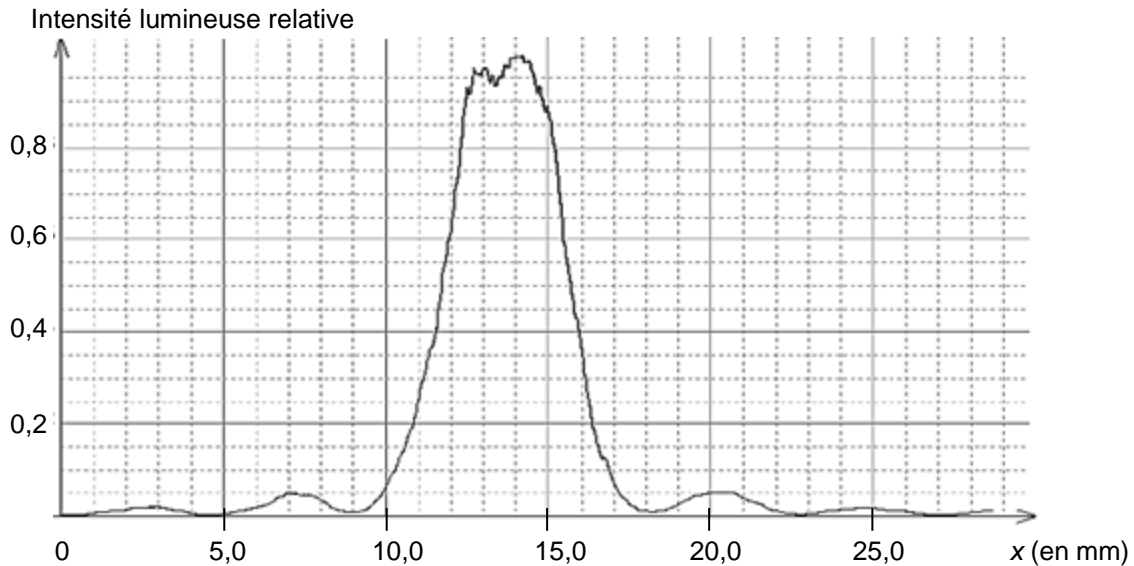

Figure 3. Intensité lumineuse relative en fonction de la position sur l'écran
Pour faire une mesure précise, on remplace l'écran par une caméra qui permet d'obtenir l'intensité lumineuse relative* en fonction de la position x , repérée selon l'axe indiqué sur la photo de la figure 2. L'origine $x = 0$ m est prise sur le bord du capteur de la caméra. On obtient alors la figure 3.
1.3. Déterminer la valeur de la longueur d'onde de la diode laser utilisée en exploitant la courbe obtenue sur la figure 3. La comparer à la valeur indiquée par le constructeur.
(0,75 pt) Sur la figure 3, on mesure la largeur L de la tache centrale $L = 18,0 - 9,0 = 9,0$ mm.